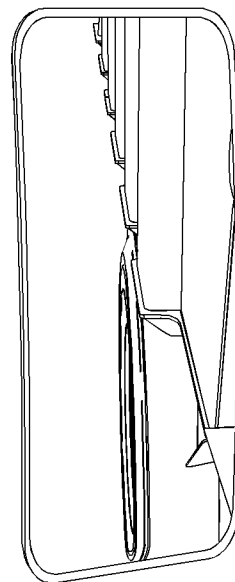

Ilustración 74
- Consulte la ilustración 74 .